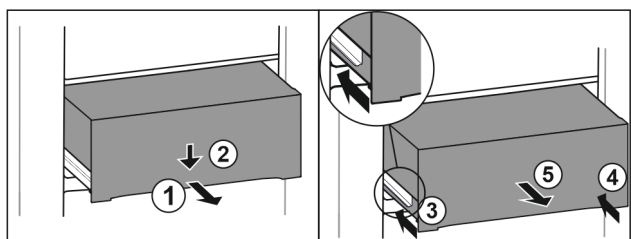

Fig. 168
- ▶ Predal izvlecite do polovice. *Fig. 168 (1)*
- ▶ Predal na sprednji strani potisnite navzdol. *Fig. 168 (2)*
- ▶ Levo vodilo potisnite približno 2 cm noter. *Fig. 168 (3)*
- ▶ Desno vodilo potisnite približno 2 cm noter. *Fig. 168 (4)*
- ▶ Predal vzemite ven v smeri naprej. *Fig. 168 (5)*